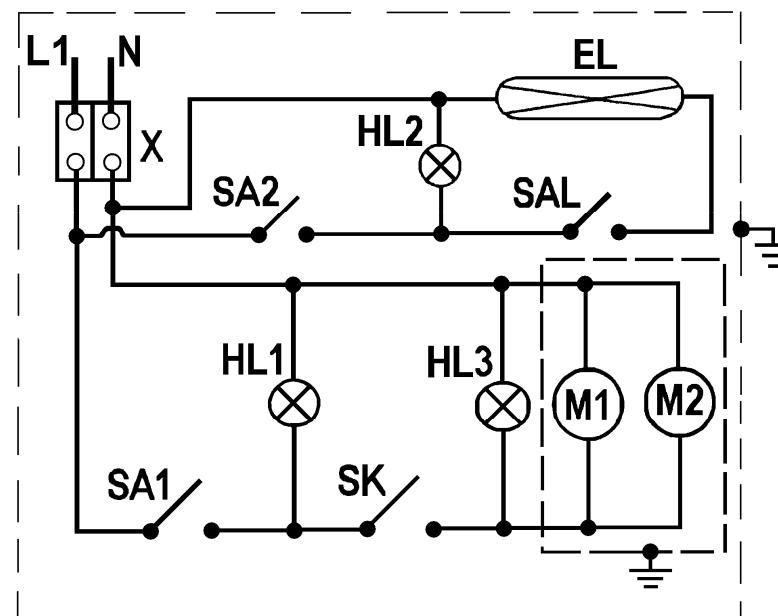

Рис. 4
8.5 Схема электрическая принципиальная приведена на рис. 4.
- закрепить кронштейны направляющих, затянув болты (8) и винты на фланцах (9);
- заглушить отверстия труб направляющих заглушками (10);
- подключить провода электросети к зажимам клеммного блока (X1, см. рис. 4), в соответствии с маркировкой (L1 – фазный провод, N – нейтральный провод);